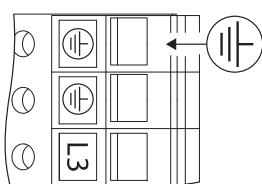

Рис. 27: Дополнительное заземление
- Вследствие повышенного тока утечки электродвигателей мощностью от 11 кВт следует дополнительно подключать усиленное заземление согласно стандарту EN 50178 (см. рис. 27).